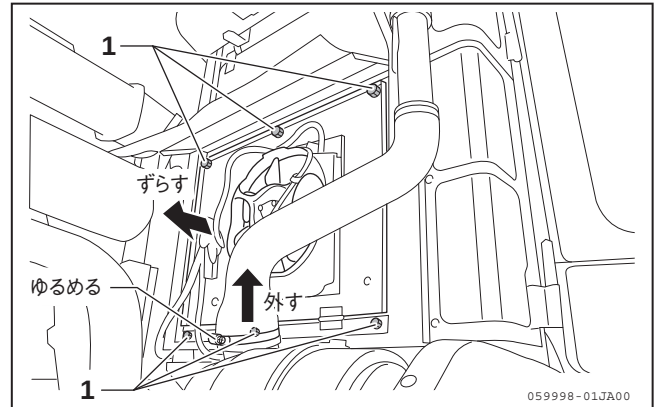

図 4-110
2. キャビン後面のカバーのボルト (1) (6 本) を外して、カバーをコンバイン後方にずらします。(図 4-110)
3. ドライバーシートを倒し、ノブボルト (1) (6 カ所) を外し、後ろカバー C (2) を外します。